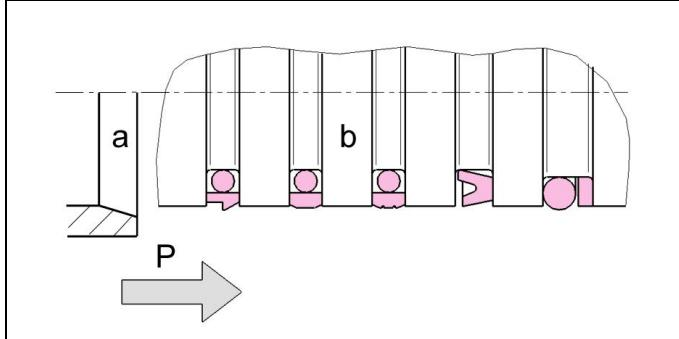

Fig. 2: Guarnizioni del pistone con direzione della pressione
- Attenzione:** In caso di applicazioni a semplice effetto, prestare attenzione alla posizione corretta del labbro di tenuta (vedere fig. 2).
- Attenzione:** In caso di applicazioni a semplice effetto, prestare attenzione alla posizione corretta del labbro di tenuta (vedere fig. 2). Spostare uniformemente la guarnizione sul perimetro.